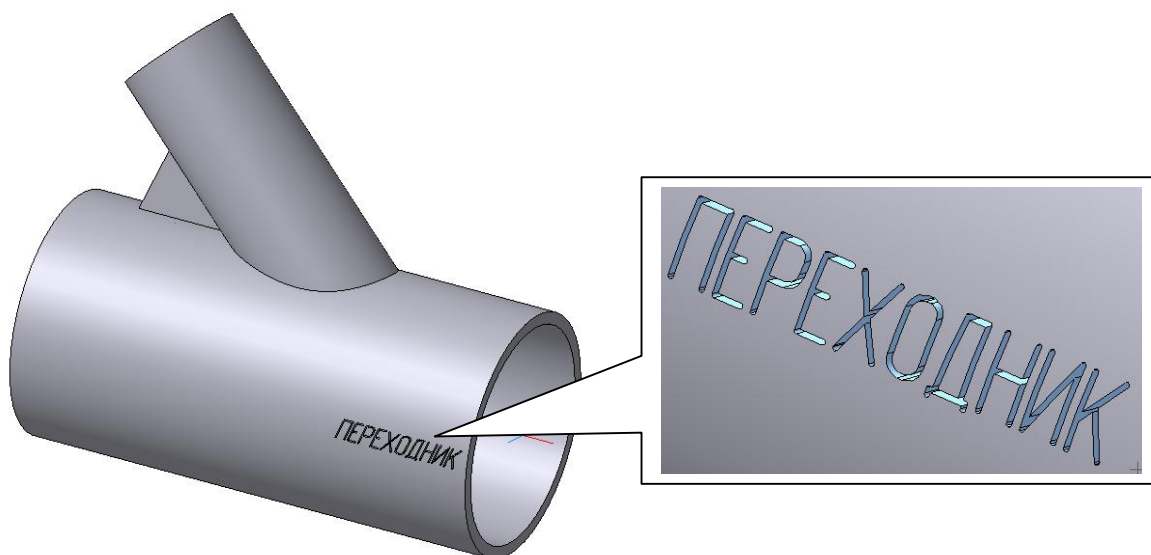

Рис. 1
**Задание.** Выполните пространственную модель детали, рис. 1, 2, 3.1